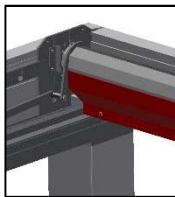
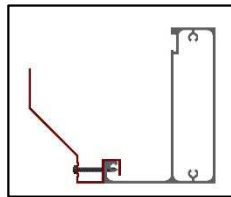
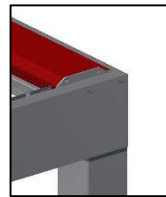

Abbildung 88
Abbildung 89
Abbildung 90
- » Motorverkleidung Unten (49) am Stirnprofil für Motorseite aufstecken und mit Linsenkopfschraube (vorbohren) fixieren (Abbildung 88 und Abbildung 89)
- » Motorverkleidung oben (48) anbringen und
- seitlich mit den Endkappen mit Senkblechschraube (29) verschrauben (Abbildung 90)